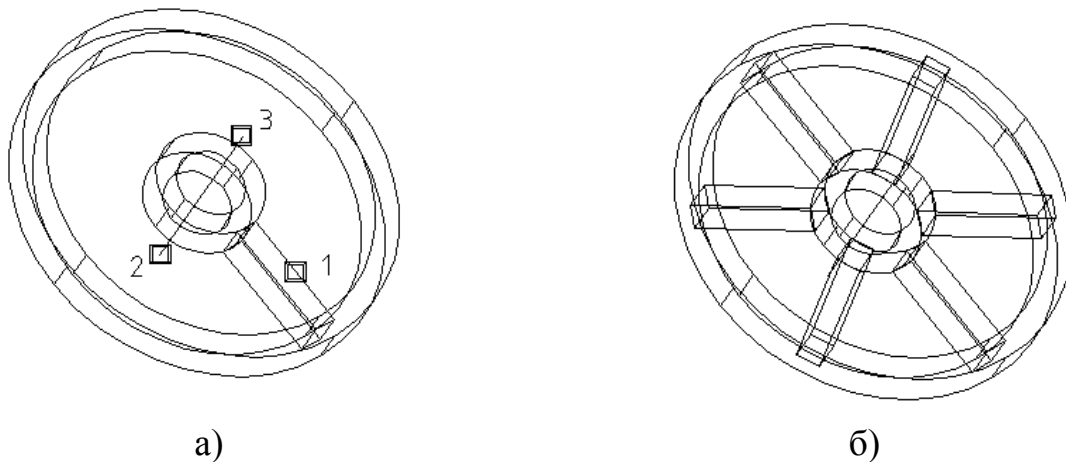

Рис. 4.6
4.4.1. Круговой массив (рис. 4.6). З меню **Редакт (Modify) ⇒ 3М операции (3D Operation) ⇒ 3М массив (3D Array)**.
Выберите объекты: ЛКМ ↵ {вказуємо вихідний об'єкт (рис. 4.6а, 1)}
Центральная точка массива: ЛКМ {вказуємо початкову точку осі масиву (рис. 4.6а, 2)}
Вторая точка массава: **ЛКМ** {вказуємо кінцеву точку осі масиву (рис. 4.6а, 3)}